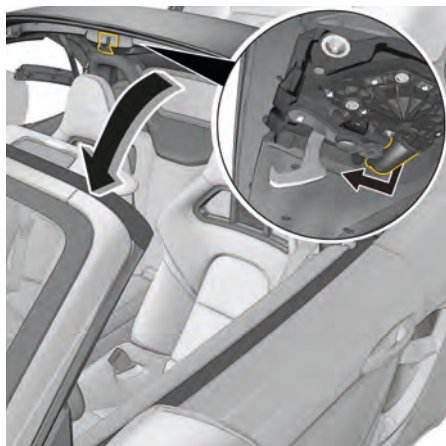

図 64：コンバーチブルトップをフロント ウィンドウのフレームに引き寄せる
5. コンバーチブルトップのコンバーチブルトップモーター部(図64)を手でつかみ、フロントウィンドウフレームに引き寄せてください。